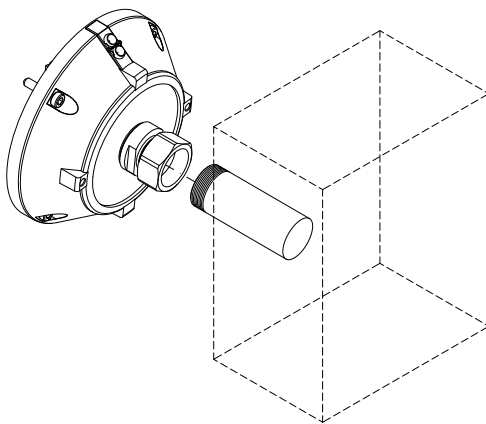
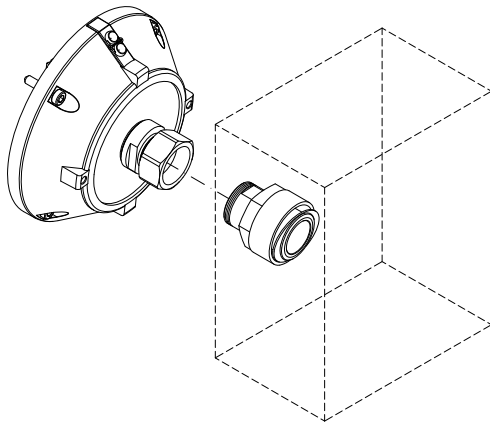

Abb. 27: WMX5000 Einlochmontage -
Abb. 28: WMX5000 Einlochmontage-Set - Scheibenmontage
1. ➤ Bauseits Montagerohr G3/4" (Abb. 27) oder Einlochmontage-Set 'Aufnahme Scheibenmontage' (Abb. 28) am zu überwachenden Schacht oder Kanal anbringen. Dabei die Abmessungen des Melders beachten.